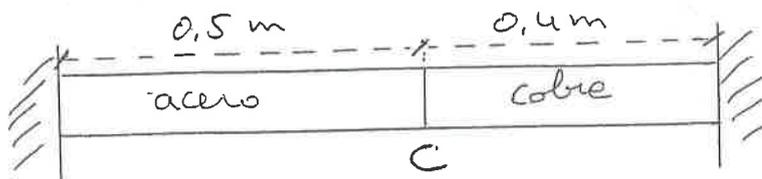

FIGURA 2
2.- Una barra de **acero** de **0.5 m** de longitud está unida por un extremo a otra de **cobre** de **0.4 m** de longitud (**Figura 2**). Ambas tienen la misma sección de  $30 \text{ cm}^2$  y están empotradas entre dos paredes, por los extremos libres, sin fatiga inicial. Si el sistema se somete a un aumento de temperatura de  $60 \text{ }^\circ\text{C}$ , calcular: